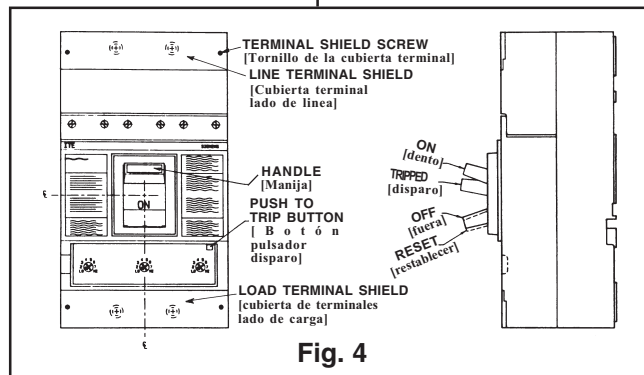

Fig. 4
4. Remove the line and load terminal shields (see Fig. 4) by loosening the two terminal shield screws that attach them to the line and load covers.
4. Remover cubiertas terminales como indica fig. 4.
Manual operation of the device is controlled by the circuit breaker handle and the PUSH-TO-TRIP button. The device handle has three indicating positions, two of which are molded into the handle to indicate ON and OFF. The third position indicates a TRIP position and is between the ON and OFF positions. (See Fig. 4)
La operación de cierre y apertura del interruptor se efectúa por medio de la manija y con el botón pulsador se logra un disparo de prueba. La manija del interruptor tiene 3 posiciones, 2 de las cuales están moldeadas dentro de la manija del interruptor e indican “ON” conectado y “OFF”desconectado, la posición “trip” disparo se encuentra entre la posición “ON” y “OFF” ver fig. 4.